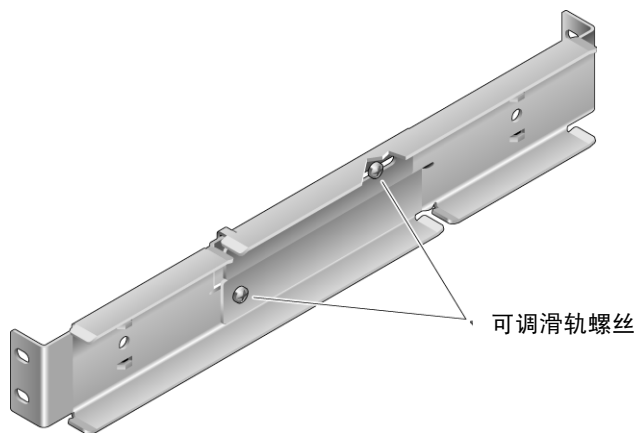

图 3-15 可调滑轨螺丝
2. 拧松各可调滑轨中部的两颗螺丝，以便可以扩展可调滑轨（图 3-15）。
5. 拧紧各可调滑轨中部的两颗螺丝（图 3-15）。